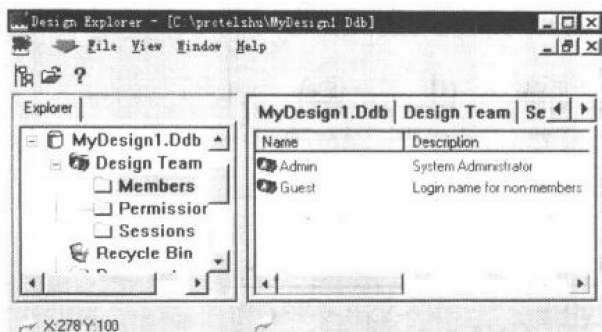

图1.22 人员管理窗口
- 人员管理 (Members)。双击 Member 图标，进入人员管理窗口，见图 1.22。管理窗口中列出管理人员 (Admin) 和非设计人员 (Guest)，管理人员可能是项目主管、总工程师等，他们有读、写、删除和建立各种文件的权利，而非设计人员可能是老